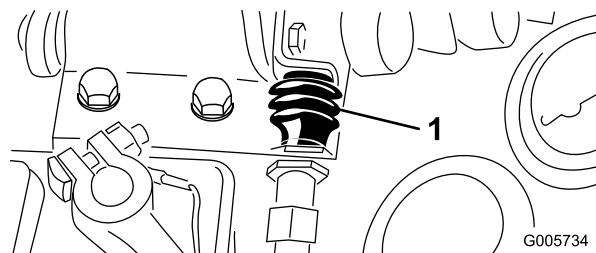

Figure 71
3. Enlevez la protection sur le bouton du contacteur (Figure 71). Mettez la protection de côté en prévision du remontage. Séparez les connecteurs des fils du contacteur.